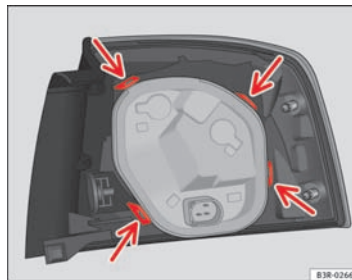

Fig. 231 Fixation du support d'ampoules dans le feu arrière
- Vérifiez que les quatre languettes de fixation ⇒ fig. 231 -flèches- sont encliquetées.